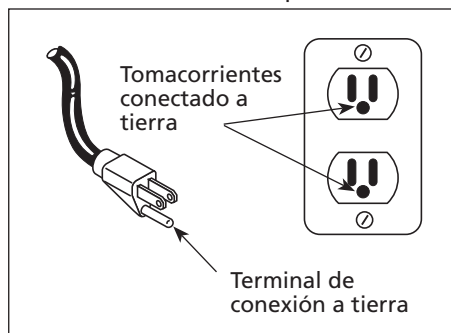

Figura 1 - Método de conexión a tierra
1. Este producto está diseñado para circuitos nominales de 120 voltios y tiene un enchufe para conexión a tierra similar al de la Figura 1. Cerciórese de conectarlo a un tomacorrientes cuya configuración sea similar a la del enchufe. Este producto se debe conectar a tierra. En caso de que ocurra un cortocircuito, ésto evitaría el riesgo de choque eléctrico al ofrecerle un cable de desvío a la corriente eléctrica. Este producto tiene un cordón con un alambre y terminal de conexión a tierra. Debe conectarlo a un tomacorrientes que esté